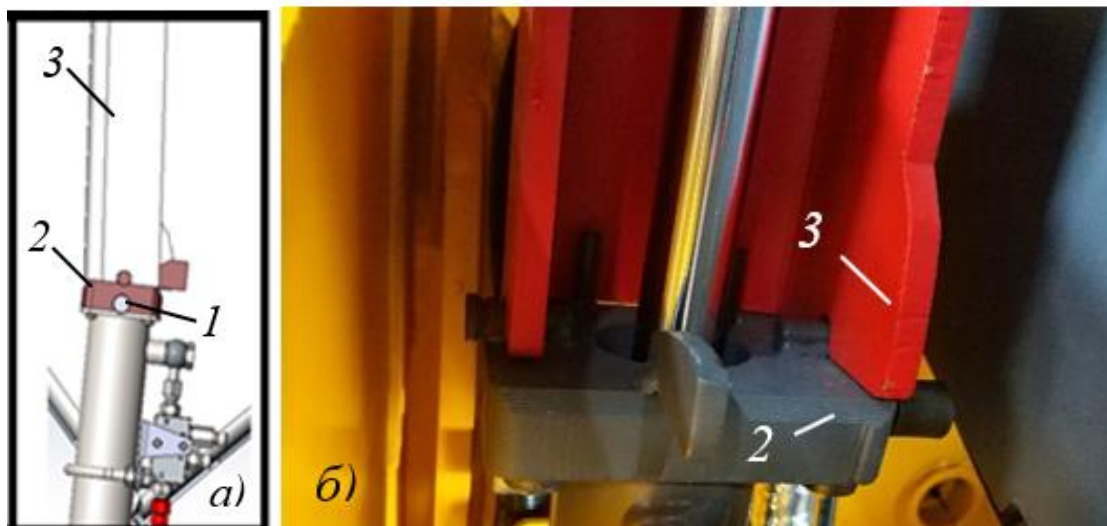

Рисунок 233 Блокировка положения кабины
- ▶ Качая рычагом поз. 1 рис. Рисунок 231 б, опустить кабину до совмещения упора 3 с опорой блокиратора поз. 2 Рисунок 233.